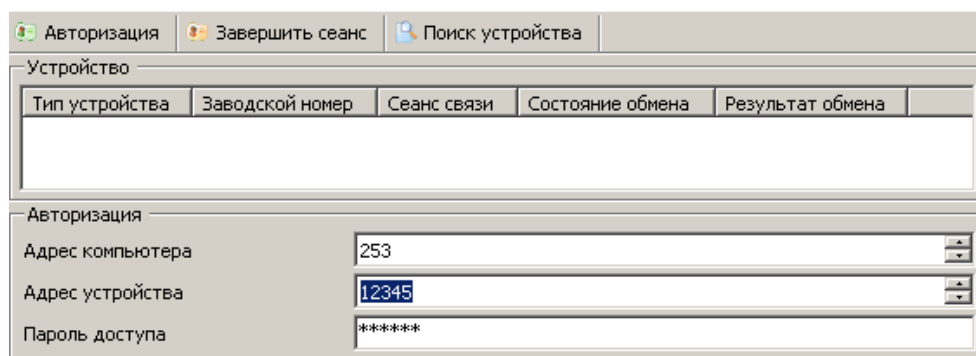

Рисунок 28 – Авторизация устройства
5.2.13 В разделе авторизация установить адрес компьютера равный 253, адрес устройства равный сетевому адресу счетчика (5 последних цифр серийного номера) и пароль доступа. Нажать на кнопку «Авторизация» (см. Рисунок 28).